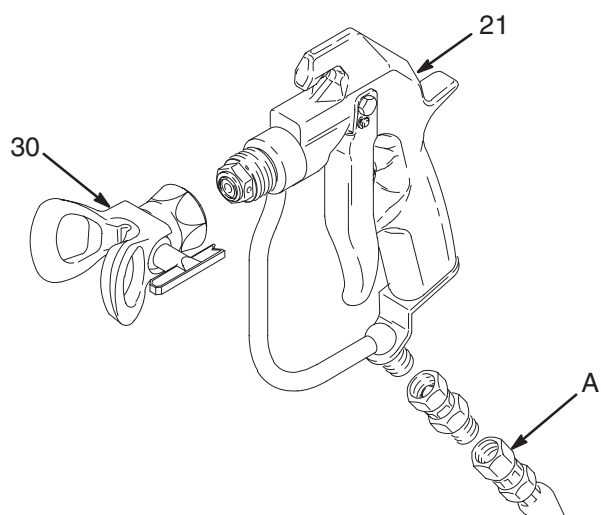

Fig. 6 04731
2. Desconecte la manguera del fluido (A). Retire el protector de la boquilla (30). Afloje el tornillo del muelle (21) unos 7 mm para liberar la tensión del muelle. Vea la Fig. 6.